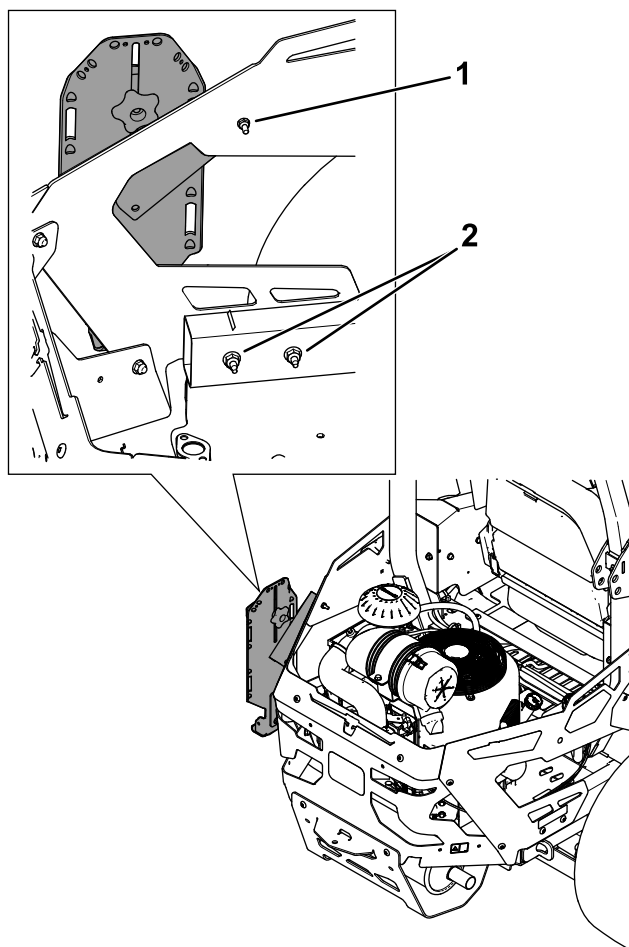
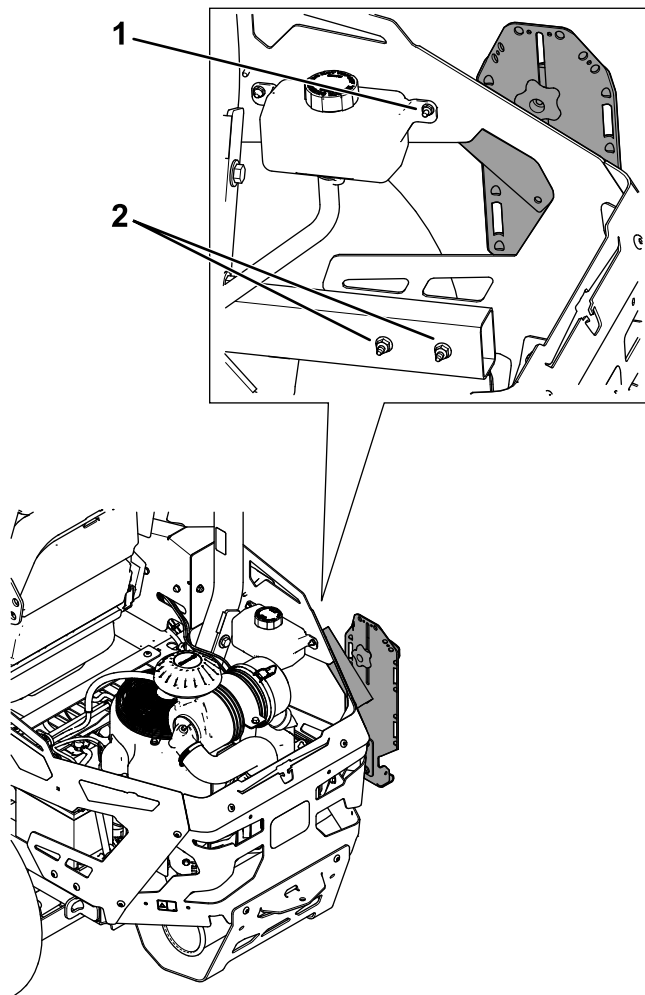

Рисунок 3
Рисунок 4
1. Закрепите монтажный узел на боковой задней защите с помощью 1 каретного болта ($\frac{1}{4}$ x 1 дюйм) и 1 гайки ($\frac{1}{4}$ дюйма), как показано на Рисунок 3 или Рисунок 4.
2. Прикрепите нижнюю сторону основного кронштейна к нижней боковой задней защите с помощью 2 болтов ($\frac{5}{16}$ x 3 дюйма) и 2 гаек ($\frac{5}{16}$ дюйма), как показано на Рисунок 3 или Рисунок 4.